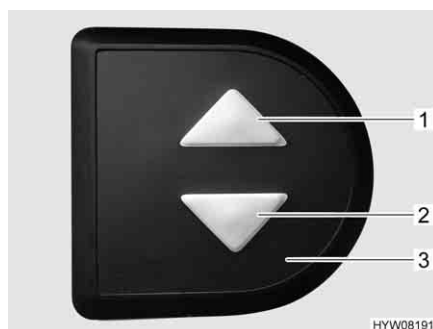

Fig. 62 Elemento di regolazione
- Sull'elemento di regolazione (Fig. 62,3) premere contemporaneamente i due tasti freccia (Fig. 62,1 e 2) e tenerli premuti fino a quando il letto basculante non si è spostato completamente verso il basso. Una volta rilasciati i tasti viene emesso un segnale acustico di conferma.
- Sull'elemento di regolazione (Fig. 62,3) premere il tasto freccia inferiore (Fig. 62,2) e tenerlo premuto fino a quando il letto basculante non ha raggiunto la posizione finale in basso.
- Sull'elemento di regolazione (Fig. 62,3) premere il tasto freccia superiore (Fig. 62,1) e tenerlo premuto fino a quando il letto basculante non ha raggiunto la posizione finale in alto.
- Portare leggermente il letto basculante con i tasti freccia (Fig. 62,1 o 2) nella direzione opposta.